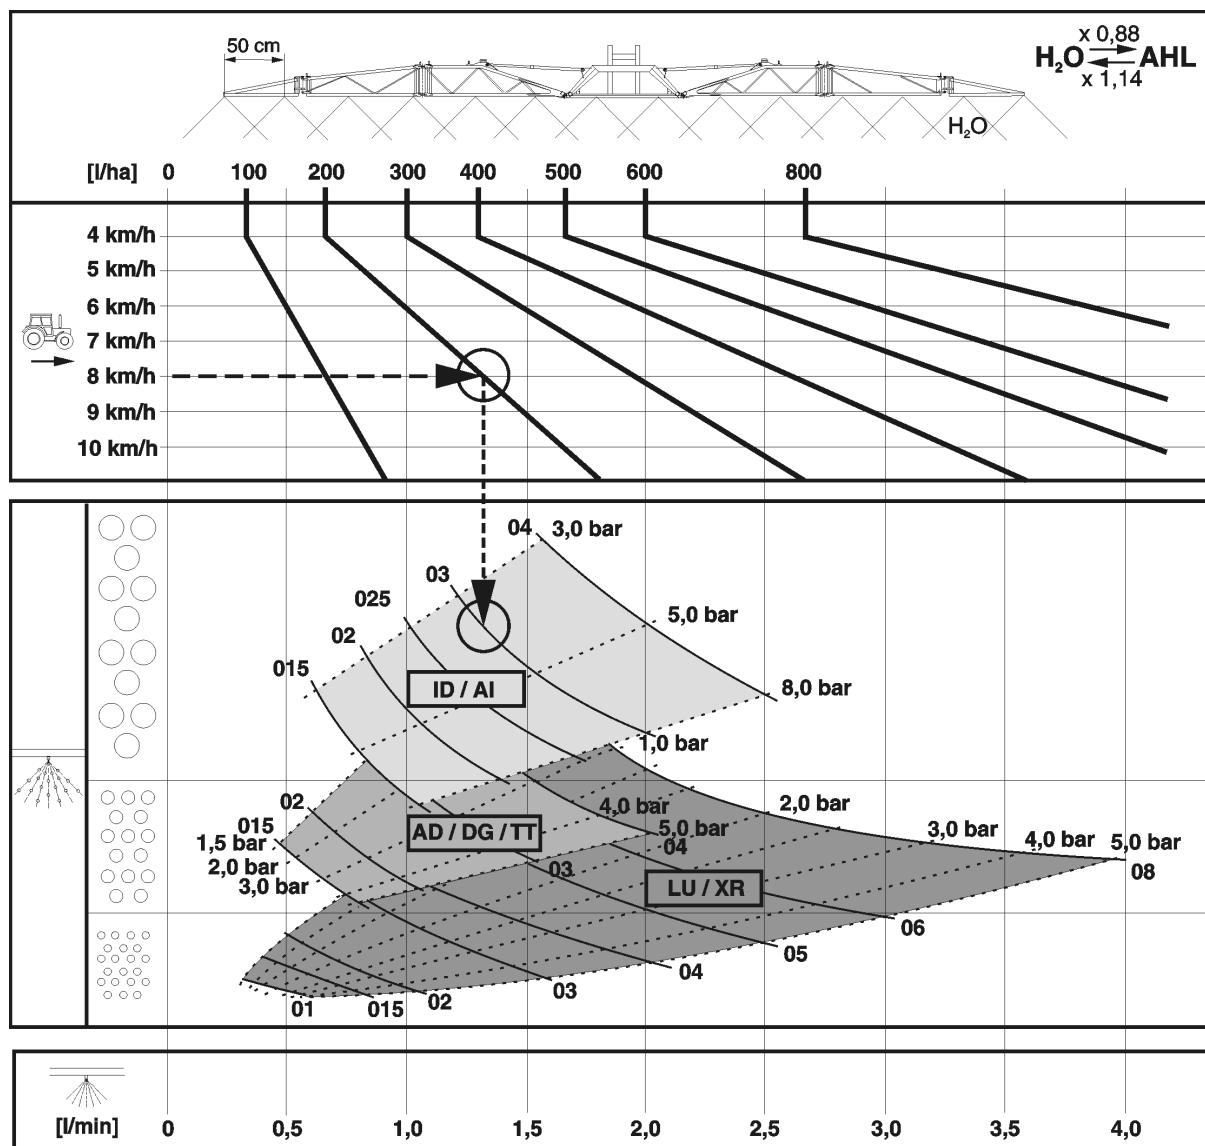

Fig. 197
- Fig. 197 servește la
4. Treceți în tabelul de stropire (Fig. 197).